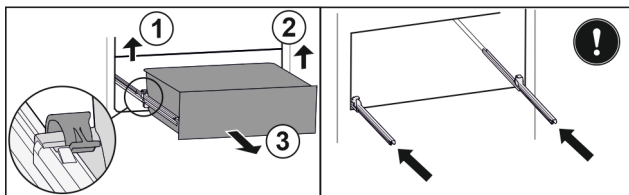

Fig. 188
- Linke Klemme anheben und gleichzeitig Schubfach links nach vorne ziehen. *Fig. 188 (1)*
- Rechte Klemme anheben und gleichzeitig Schubfach rechts nach vorne ziehen. *Fig. 188 (2)*
- Schubfach nach vorne entnehmen. *Fig. 188 (3)*